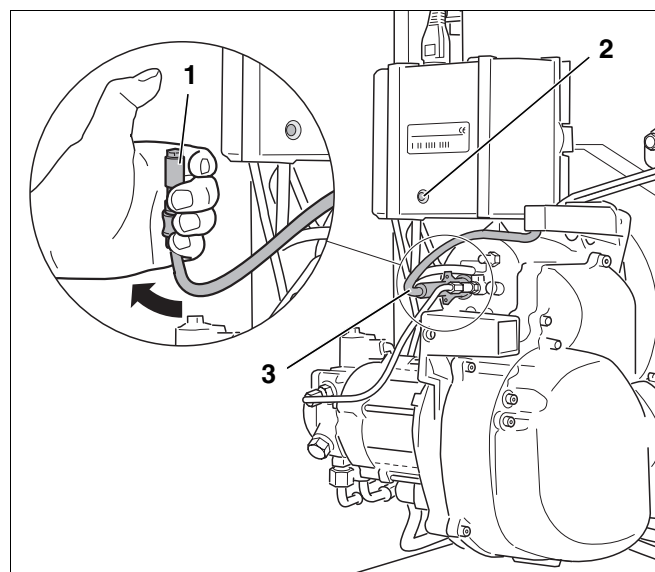

Рис. 25 Проверка работы датчика пламени
- При работающей горелке вынуть датчик пламени из держателя (рис. 25, поз. 3).
- Датчик пламени держать против света (рис. 25, поз. 1). После повторного запуска должно произойти отключение из-за неисправности.
- По истечении времени ожидания, составляющего примерно 30 секунд, нужно разблокировать автомат горения дизельного топлива, нажав кнопку подавления помех (рис. 25, поз. 2).